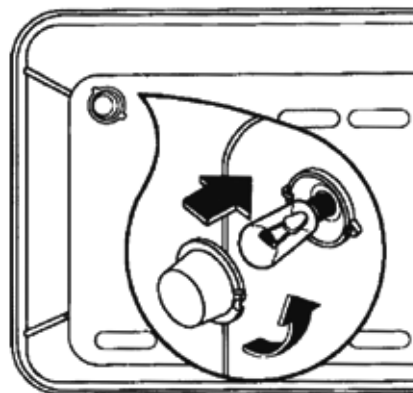

Рис. 21
- Выверните лампу (см. рис. 21) и замените ее лампой, выдерживающей нагрев до 300°C со следующими характеристиками: